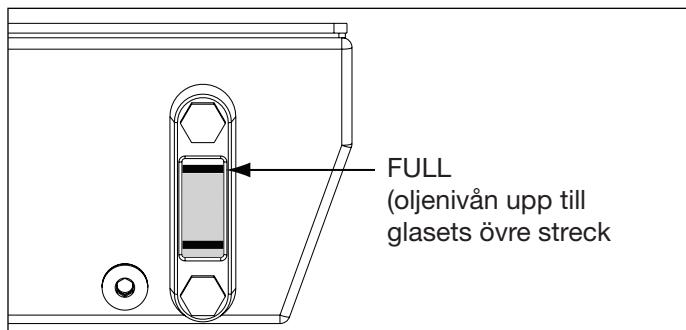

Figur 1, Behållarens ventilator och oljepåfyllningsplugg
Se figur 1. En transportplugg (A) är monterad i ventilatorporten ovanpå behållaren. Innan du använder pumpen, byt ut transportpluggen (A) mot behållarens ventilator (B) och adapteranslutningen (C).
Kontrollera oljenivån i pumpen före igångsättning. Behållaren är full när oljenivån når upp till toppen av inspektionsglaset som figur 2 visar. Fyll på olja efter behov genom att ta bort oljepåfyllningspluggen (D) från påfyllningsrören som figur 1 visar. Använd Enerpac HF olja (ISO 32).